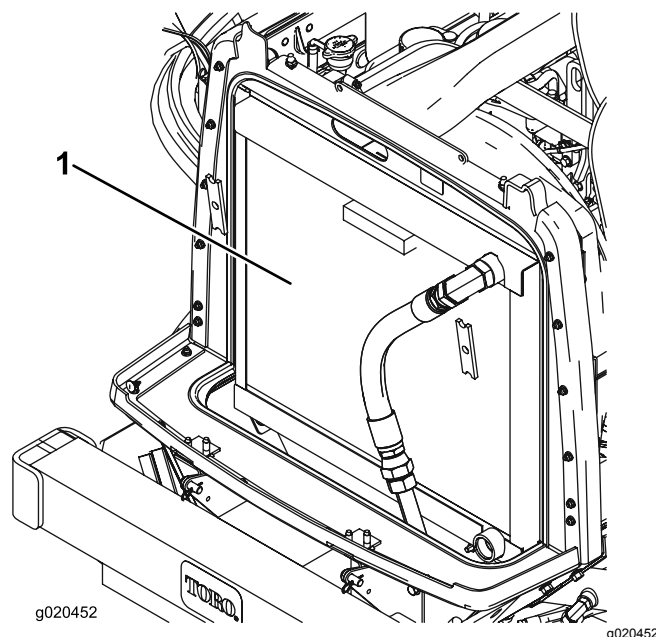

Figura 90
3. Pulite accuratamente entrambi i lati dell'area del refrigeratore dell'olio e del radiatore utilizzando aria compressa (Figura 90).